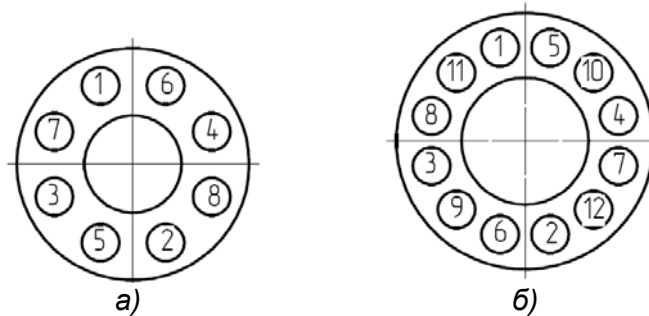

Рисунок 2 – Порядок затяжки гаек на фланцевом соединении
2.3.9.8.5 Присоединить «Ирга-РВП» с «ВР-100» к накладке, при этом порядок затяжки гаек должен соответствовать показанному на рис.2.